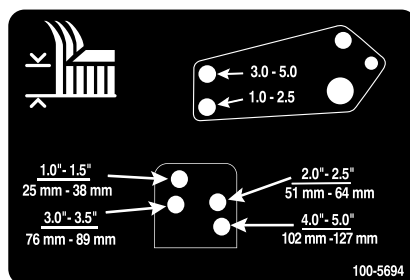

Figure 29
10. Alignez les trous de la biellette d'amortisseur et ceux du support de hauteur de coupe sélectionnés dans le cadre du plateau de coupe, puis insérez les axes de chape et posez les goupilles fendues (Figure 29).